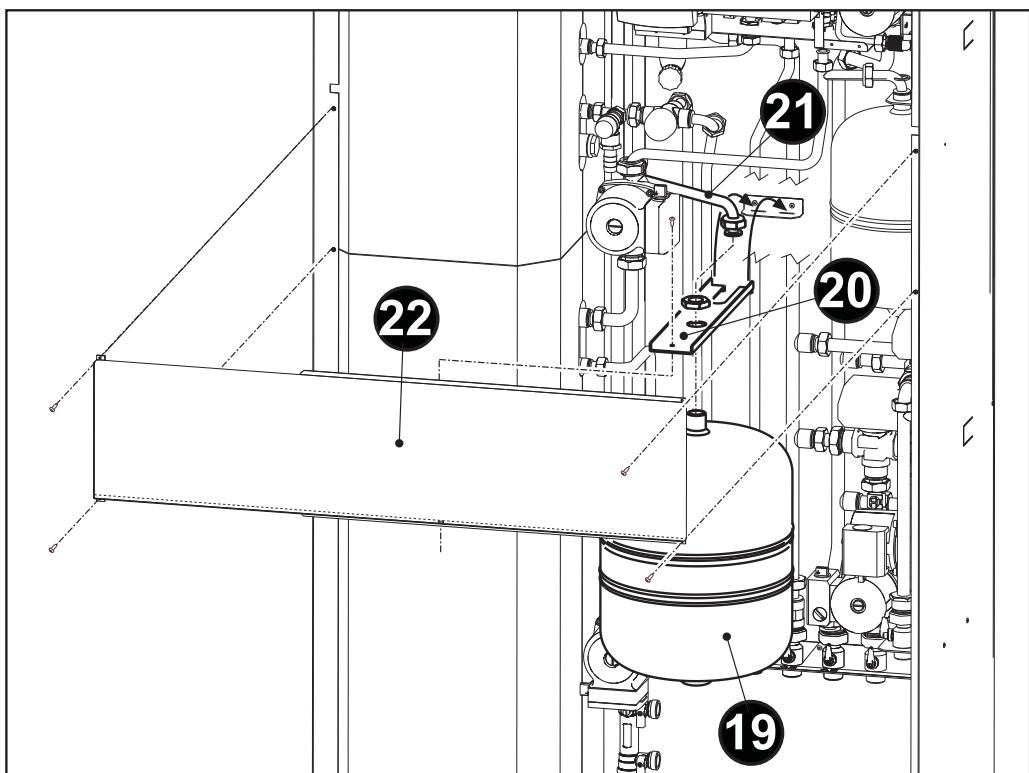

fig. 36
- Agganciare la staffa "20" sul pannello posteriore dell'involucro come indicato in fig. 36.